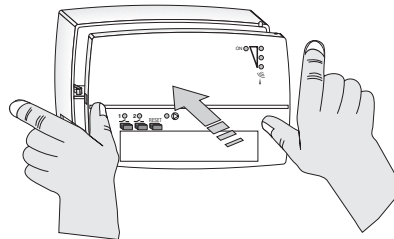

Abb. 9.i
- Drücken Sie mit beiden Händen das Frontteil auf die Basis, wie in Abbildung 9.i dargestellt, bis die Blockierungshaken der Basis inrasten.
- Die **Taste 1** gedrückt halten, bis ein einzelnes, akustisches Signal ertönt; dann die Taste loslassen; **LED 1** blinkt (Abb.9). Der neue Sender ist dem Empfänger zugeordnet. Deaktivieren Sie den Teststatus **auf dem SENDER**.